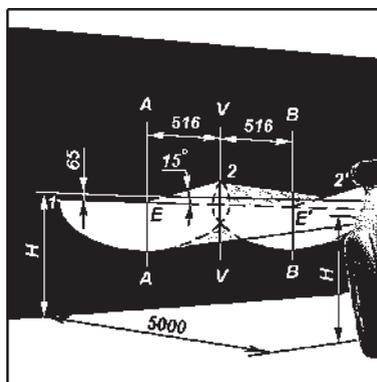

Рис. 9.33. Разметка экрана для регулировки фар:
1. Установите полностью заправленный и снаряженный автомобиль с нормальным давлением воздуха в шинах и нагруженным сиденьем водителя 750 Н (75 кгс) на ровной горизонтальной площадке на расстоянии 5 м от экрана со специальной разметкой (рис. 9.33).